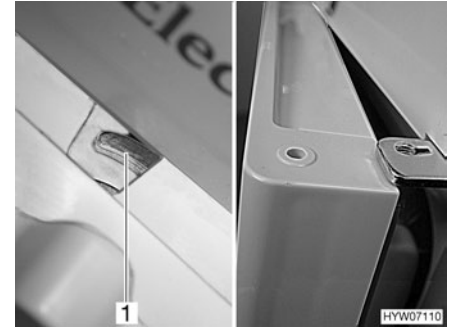

Fig. 135 Puerta del frigorífico en posición de ventilación (Dometic de la serie 7)
- Empujar el bloqueo completamente hacia la derecha. La puerta del frigorífico se fija con ayuda del bloqueo (Fig. 135,1). De este modo, la puerta del frigorífico quedará ligeramente abierta (Fig. 135).